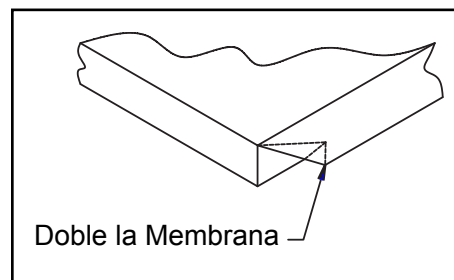

Figura 4
5. Doble los cuatro ángulos del material de membrana de techo sobre las esquinas de la cámara como se muestra en la figura 4.